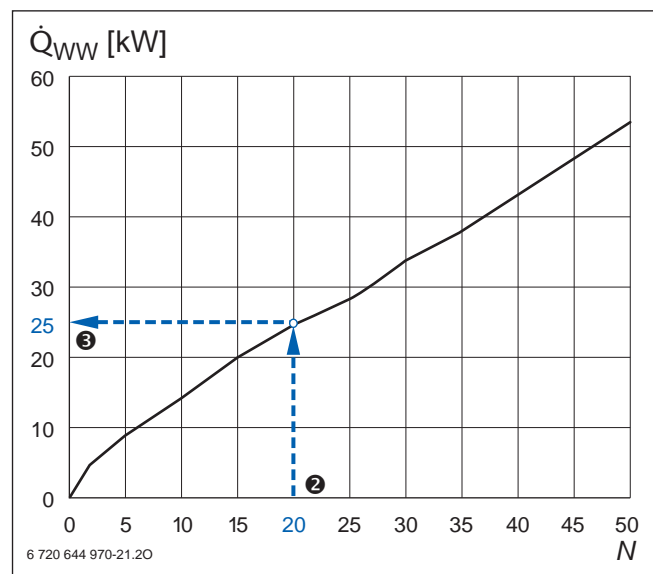

Bild 19 Kesselzuschlag für die Warmwasserbereitung nach der Bedarfskennzahl N ; Beispiel blau hervorgehoben
3. Die Kesselleistung \dot{Q}_K muss mindestens so groß sein wie die Summe aus dem Wärmebedarf des Gebäudes $Q_{N,Geb}$ und einem Kesselzuschlag \dot{Q}_{WW} für die Warmwasserbereitung. Als Schätzwert wird die Größe der Bedarfskennzahl N als Kesselzuschlag (in kW) angenommen. Ein Berechnungswert für die Höhe des Kesselzuschlags \dot{Q}_{WW} ergibt sich aus Bild 19.
AbleSEN (→ Bild 19)
Im Bereich 20 ... 30 Wohnungen überwiegt der Leistungsbedarf für den Speicher, der Heizkessel ist also größer auszulegen. Ob die Vergrößerung ausreicht, ist aus Bild 19 abzulesen.
- Differenz bilden und diese mit Bild 19 vergleichen.